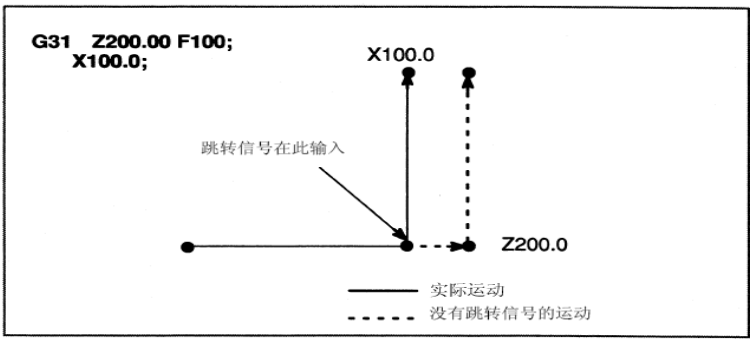

图 3-14
- 2. G31 的下一个程序段是 1 个轴的绝对坐标编程，见图 3-14